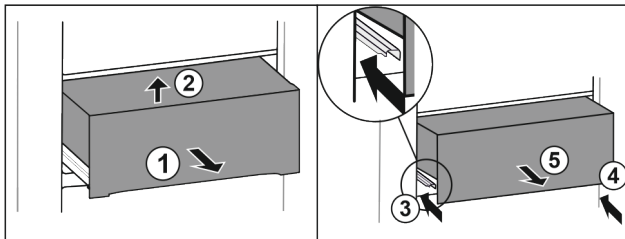

Fig. 24
- Sortir le tiroir à mi-chemin Fig. 24 (1).
- Le soulever à l'avant Fig. 24 (2).
- Rentrer le rail de gauche Fig. 24 (3).
- Rentrer le rail de droite Fig. 24 (4).
- Retirer le tiroir par l'avant Fig. 24 (5).